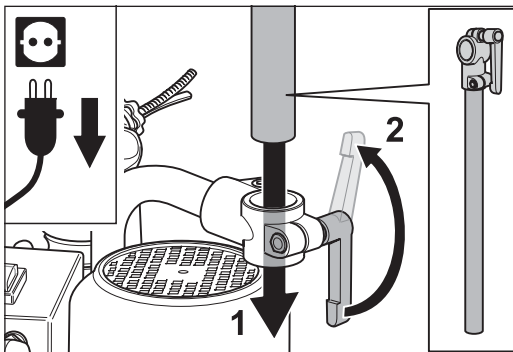

Abb. 11 Das Führungsrohr in das Klemmstück **am Rohrbogen** stecken (1) und den Klemmhebel festziehen (2).
- 1 Stecken Sie das Führungsrohr in das Klemmstück **am Rohrbogen** (Abb. 11, 1) und ziehen Sie den Klemmhebel fest (Abb. 11, 2).